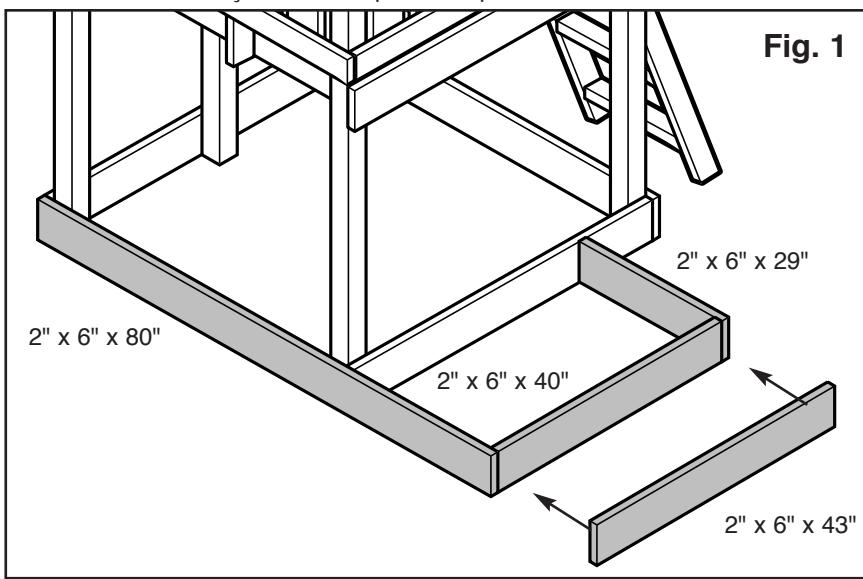

Fig. 1
3. Fixer une planche de 2 po x 6 po x 80 po à la base de l'unité comme le montre la figure 1 en utilisant quatre vis de 3 po par point d'assemblage. Percer des trous dans la nouvelle planche de base en perçant à travers les trous se trouvant déjà sur le montant. Insérer les boulons de carrosserie retirés plus tôt et les fixer au moyen des rondelles et écrous précédemment retirés.
4. Fixer les autres pièces de bois à l'unité comme le montre la figure 1 en utilisant trois vis de 3 po par point d'assemblage.